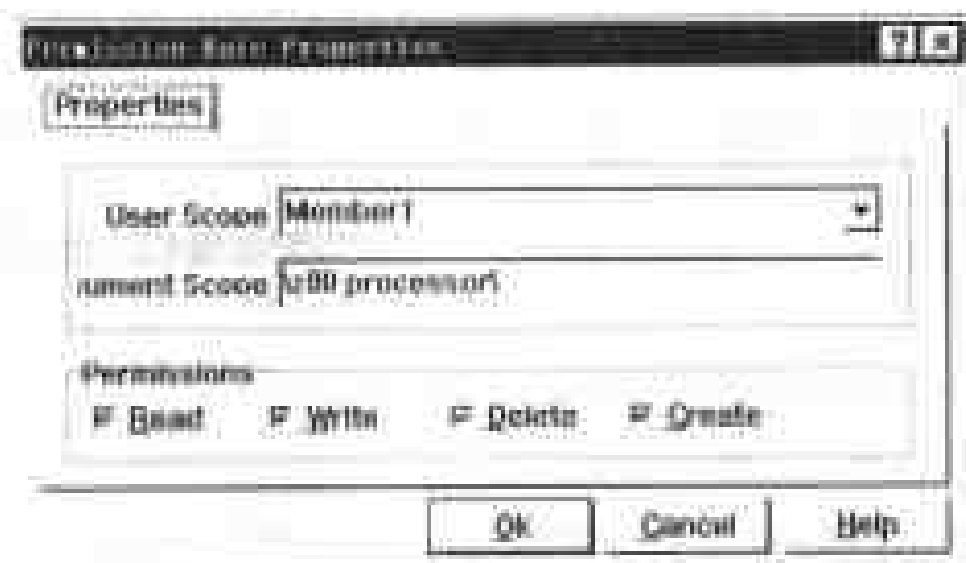

图 1-22 授权规则属性对话框
(1) New Member (Rule) ...项: 增加一个新成员 (规则), 选取此命令, 弹出如图 1-22 所示成员 (授权规则) 属性对话框。
(2) Delete 项: 删除工作权限, 用来删除已存在的成员的工作权限。
(3) Properties 项: 工作权限属性, 用户可以选择此命令修改成员的工作权限, 其对话框如图 1-22 所示。
在图 1-22 中设定的在前面设定的成员 Member1 的工作权限: 可以对 Z80 Processor 子目录下的文件进行读 (R: Read)、写 (W: Write)、删除 (D: Delete) 及新建 (C: Create) 的权利。